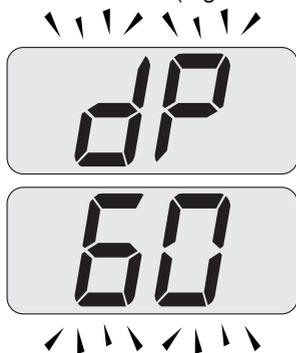

Figura 9.21
- Premendo ulteriormente il tasto 16 è possibile variare nuovamente la potenza in modalità spazzacamino: con visualizzazione sul display LCD delle lettere **dP** che si alternano con il valore di temperatura dell'acqua di riscaldamento (es. **60**), siamo "funzione spazzacamino" alla potenza massima in sanitario" (Figura 9.21);